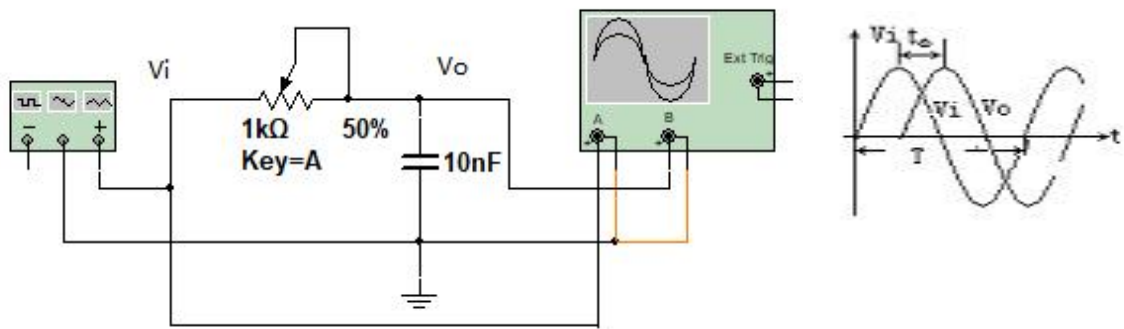

图9 信号相移测量图
- (1) 按图 9 搭接电路；
在外扫描模式下，CH1 的输入信号加给示波器的 X 偏转板，以代替示波器内部的锯齿波作 X 轴扫描信号，此时水平（X）轴变为 CH1 的电压轴，X 轴上各点的电压值，用 CH1 的 Y 灵敏度来测量，垂直（Y）轴仍为 CH2 的电压轴，Y 轴上各点电压值，仍用 CH2 的 Y 灵敏度来测量。用（X-Y）功能，可以观察到图 9 电路关于 V_i 、 V_o 的合成波形。